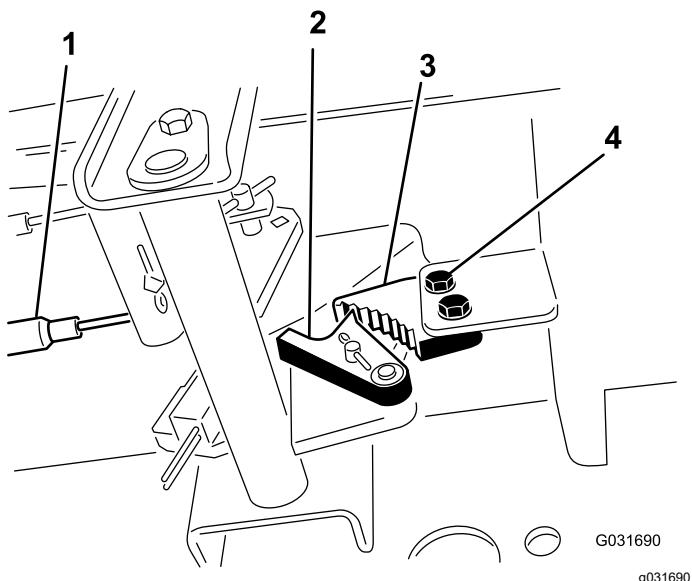

Рисунок 89
- Ослабьте два винта крепления защелки стояночного тормоза к раме (Рисунок 89).
- Винты (2)
- Нажмайте педаль тормоза вперед, пока углубление тормоза не войдет полностью в зацепление с защелкой тормоза (Рисунок 89).